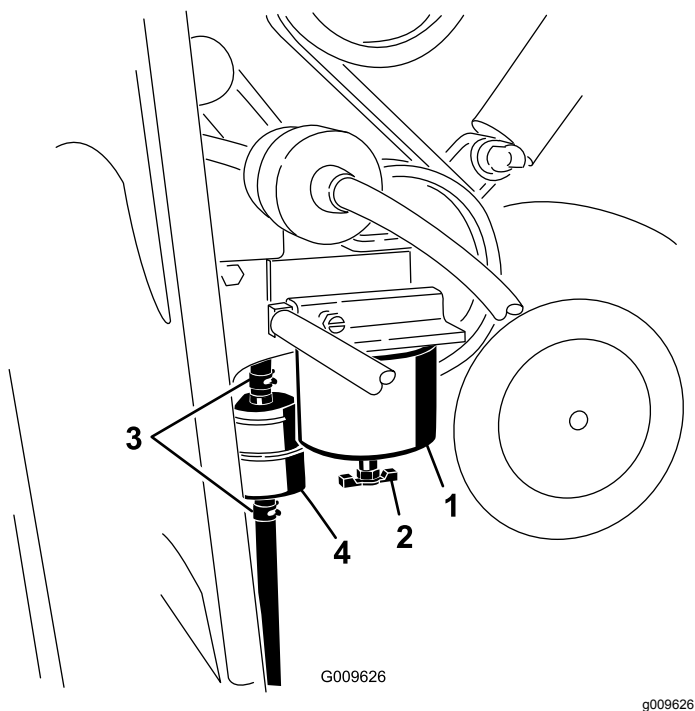

Figura 35
3. Individuare il filtro carburante sul lato destro del motore (Figura 35) e posizionare un recipiente pulito sotto di esso.
4. Individuate i filtri carburante sul lato destro del motore (Figura 35) e posizionate un recipiente pulito sotto di esso.
5. Pulite la superficie circostante la scatola del filtro (Figura 35).
6. Rimuovete la scatola del filtro e pulite la superficie di montaggio (Figura 35).
9. Installate a mano la scatola del filtro finché la guarnizione non tocca la superficie di appoggio, poi ruotatela per un altro ½ giro (Figura 35).
10. Individuate il filtro in linea a sinistra della scatola del filtro del carburante (Figura 35) e prendete nota della direzione della freccia del flusso sul lato del filtro in linea.
11. Aprite i fermi su ciascuna estremità del filtro in linea ed estraete i flessibili (Figura 35). Gettate via il filtro.
12. Fate scorrere i flessibili sull'estremità di un nuovo filtro (Figura 35), assicurandovi che la freccia sul filtro sia rivolta verso il motore o la pompa elettrica del carburante.